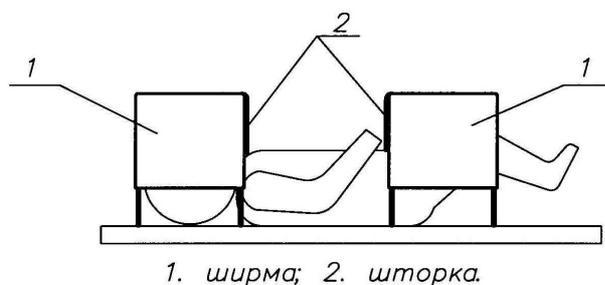

Рисунок 3 – Расположение ширм
2.1.3 До начала сеанса фототерапии необходимо защитить глаза и половые органы новорожденного от яркого света и перегрева ширмами из комплекта поставки (рисунок 3).